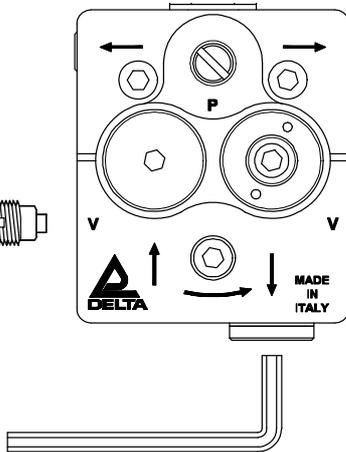

Fig. 1
- a) Entfernen Sie den 1/4" Stopfen vom Rücklaufanschluß mit einem 6 mm Innensechskantschlüssel (Fig. 1).
4. Setzen Sie in den Rücklauf einen 1/4" Stopfen und ziehen Sie ihn fest (Fig. 1).